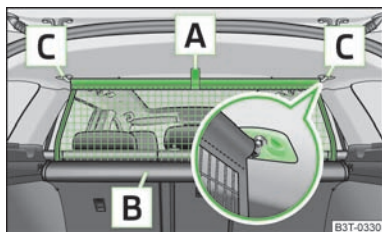
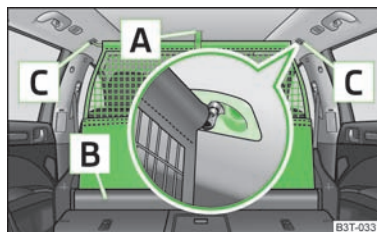

Fig. 79
Fig. 80
- Assurez-vous que la tige transversale soit bien enfoncée dans les logements [C] » fig. 79 ou » fig. 80 en position avant !
- Tirer le filet de séparation par la patte **A** » fig. 79 en direction des supports **C** pour le faire sortir de son boîtier **B**.
- Tirez légèrement sur la tige transversale vers l'arrière d'abord sur un côté puis sur l'autre et sortir la tige transversale des supports **C** » fig. 79.
- Tirez sur le filet de séparation par la patte **A** » fig. 80 pour le faire sortir de son boîtier **B**.